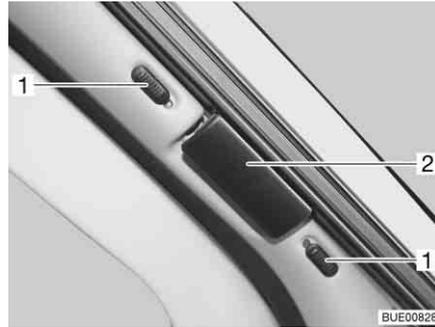
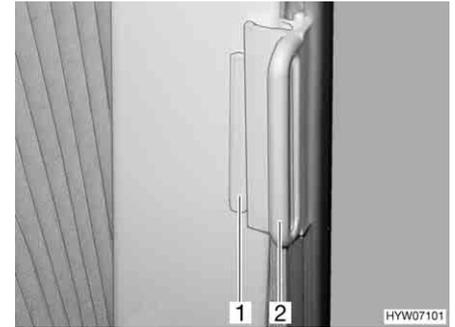

Fig. 65 Estor plegable para la luna delantera
Fig. 66 Estores plegables para la ventana del conductor y del acompañante
- En el estor plegable para la luna delantera, empujar los botones de bloqueo (Fig. 65,1) hacia arriba o hacia abajo. Cuando se vea el punto rojo, estará abierto el bloqueo.
- Coger los estores plegables por el tirador (Fig. 65,2 y Fig. 66,2) y cerrarlos cuidadosamente hasta que el cierre magnético lo mantenga en esta posición.
- En los estores plegables para la ventana del conductor y la ventana del acompañante, empujar el tirador (Fig. 66,2) sobre la pieza sobrepuesta (Fig. 66,1). El estor plegable queda asegurado.